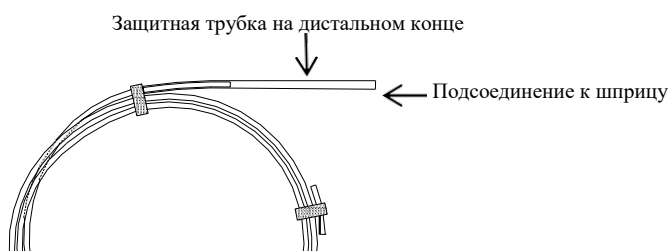

Рисунок 1
- При использовании держателя с трубкой для защиты дистального конца (см. раздел «Процедура применения», Рис. 1) не вынимайте и не вставляйте трубку для защиты дистального конца, пока проводочный проводник находится в держателе.
- При использовании держателя с трубкой для защиты дистального конца (см. раздел «Процедура применения», Рис. 1) перед тем, как снова поместить проводочный проводник в держатель, снимите трубку для защиты дистального конца.
- Заполните трубку держателя гепаринизированным и стерилизованным физраствором с помощью шприца, чтобы пропитать все устройство. Обратите внимание, что в этот момент из трубки держателя может вылиться гепаринизированный и стерилизованный физраствор. Что касается держателя с защитной трубкой на дистальном конце (Рис. 1), к защитной трубке на дистальном конце можно подсоединить шприц.